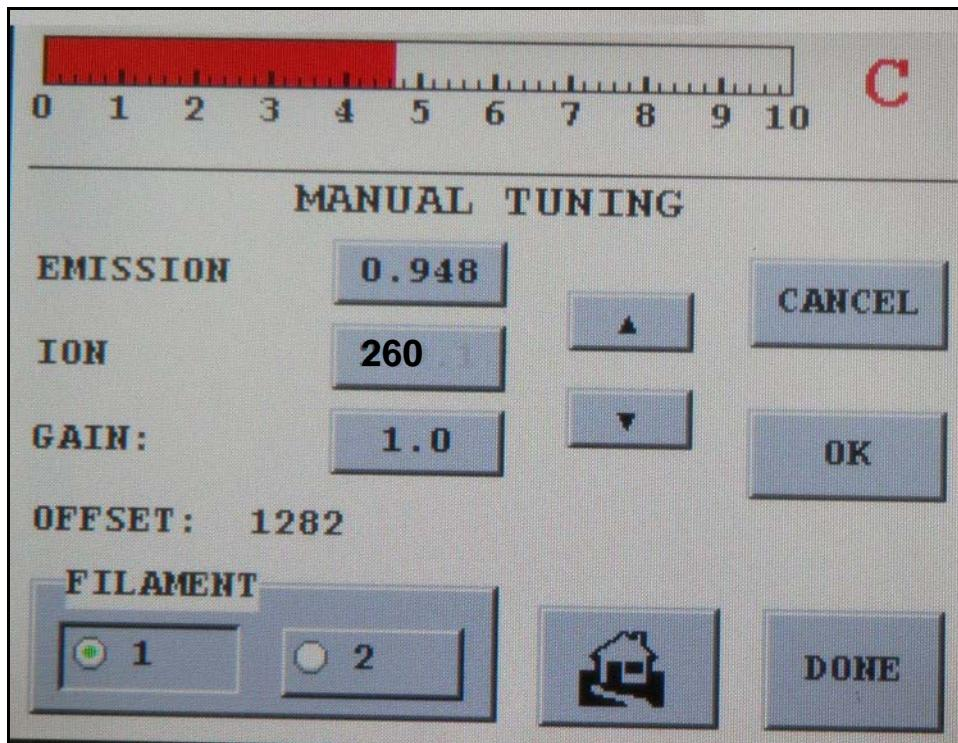

图 2-17 手动调谐屏幕
- 轻触“Set-Up”屏幕上的 **Manual Tuning**，出现“手动谱仪调谐”屏幕（图 2-17）。